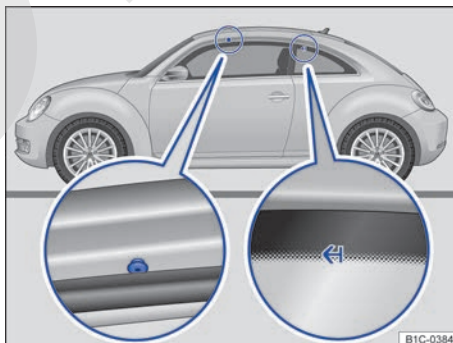

Fig. 86 Puntos de fijación para los soportes básicos y el portaequipajes de techo.
Los puntos de fijación delanteros se encuentran en la parte inferior de los largueros del techo → fig. 86 (imagen ampliada izquierda). Las marcas de fijación traseras se encuentran en la parte superior de las ventanillas traseras → fig. 86 (imagen ampliada derecha).
- Monte los soportes básicos únicamente en las marcas que aparecen señaladas en la figura → fig. 86.